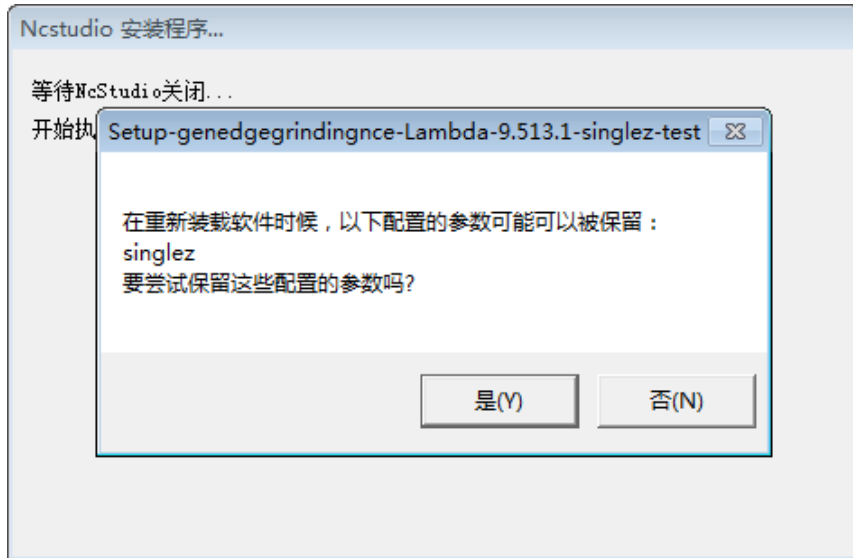

图 2-9 参数迁移提示
3. 点击“确定”。若主机之前安装过旧版本的软件，系统会提示用户是否要保存之前软件配置的参数。这一步骤方便用户将之前配置的参数设置直接迁移到新软件，省去重新设置参数的麻烦。如图 2-9。用户视实际需求选择“是”或“否”，继续下一步的安装。若您为首次安装软件，则不会有该步骤，请直接跳转至“步骤 4”操作；